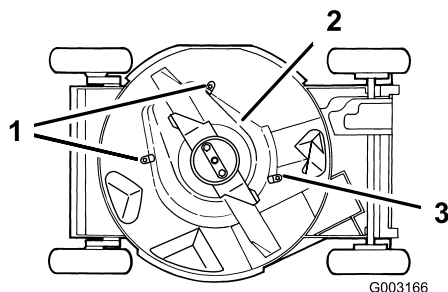

Figura 41
6. Afloje las pestañas que fijan el protector del embrague del freno de la cuchilla a la plataforma, aflojando las tuercas o los pernos de las pestañas (Figura 41). Gire las pestañas 180° para que no estorben.